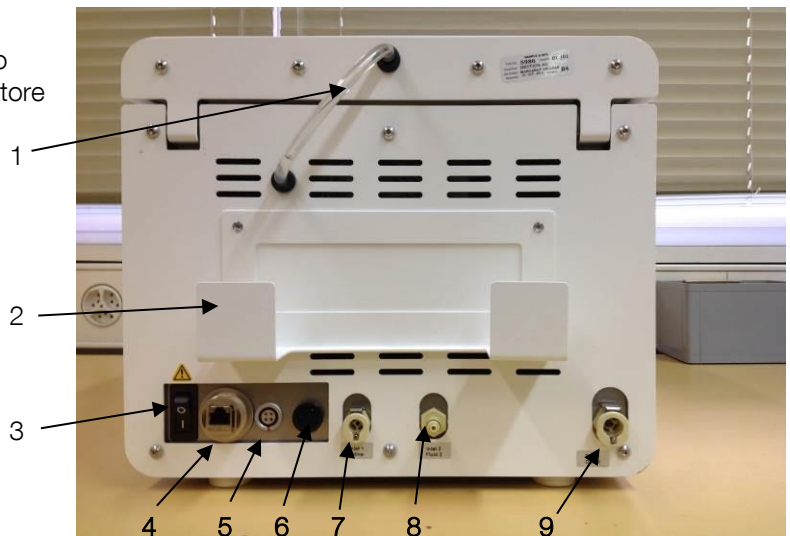

Fig. 7.1
Inserire l'alimentatore nel relativo supporto sul retro (vedi fig. 7.1, pos. 2) e inserire la spina nella presa DC (fig. 7.1, pos. 5). Collegare l'alimentatore in dotazione all'alimentatore, quindi inserirlo nella presa di corrente.
Collegare il tubo di riempimento all'ingresso 1 (fig. 7.1, pos. 7) sul retro e immergere l'altra estremità del tubo con il tubo di aspirazione nel contenitore con la soluzione salina.
Se l'apparecchio ha l'ingresso opzionale 2, collegare il raccordo del tubo di riempimento 2 all'ingresso posteriore 2 (fig. 7.1, pos. 8) e immergere l'altra estremità del tubo con il tubo di aspirazione nel contenitore con la soluzione fluida 2.
Collegare il raccordo del tubo di scarico all'uscita posteriore (fig. 7.1, pos. 9) e collegare l'altra estremità del tubo al contenitore dei rifiuti speciali.
Accendere l'interruttore di rete (fig. 7.1, pos. 3) (ON). Il processo di avvio richiede circa un minuto.